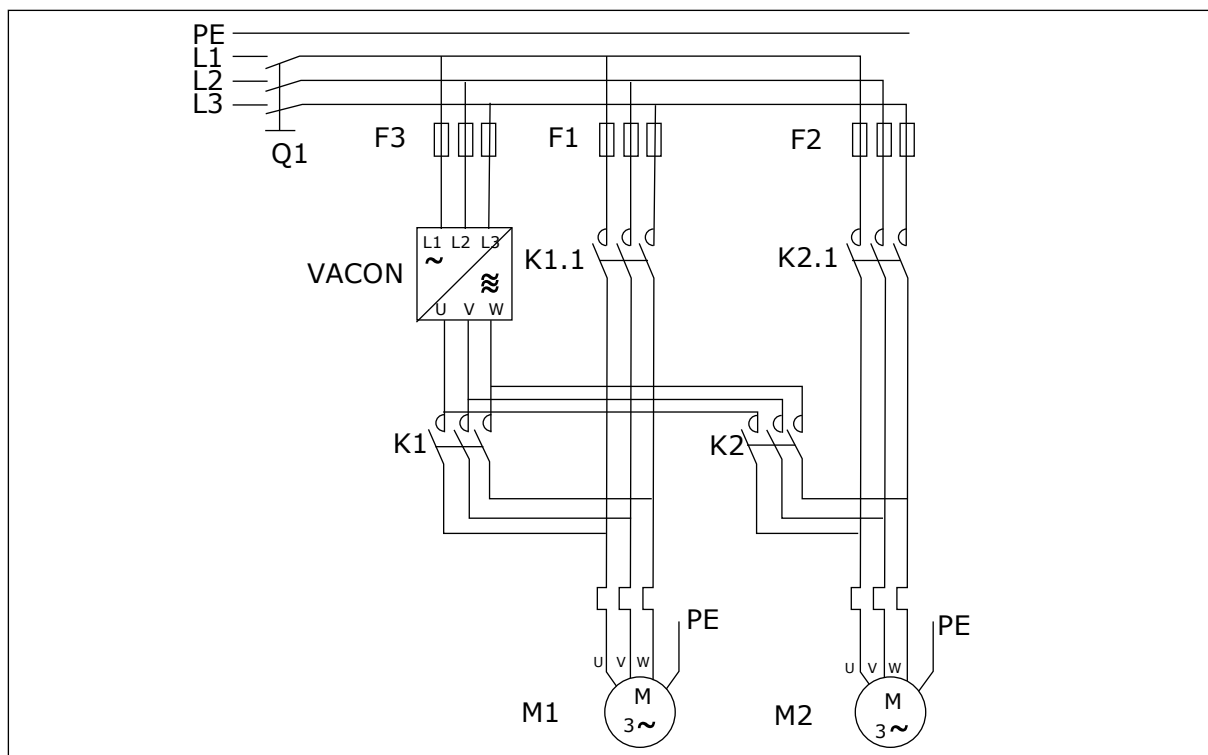
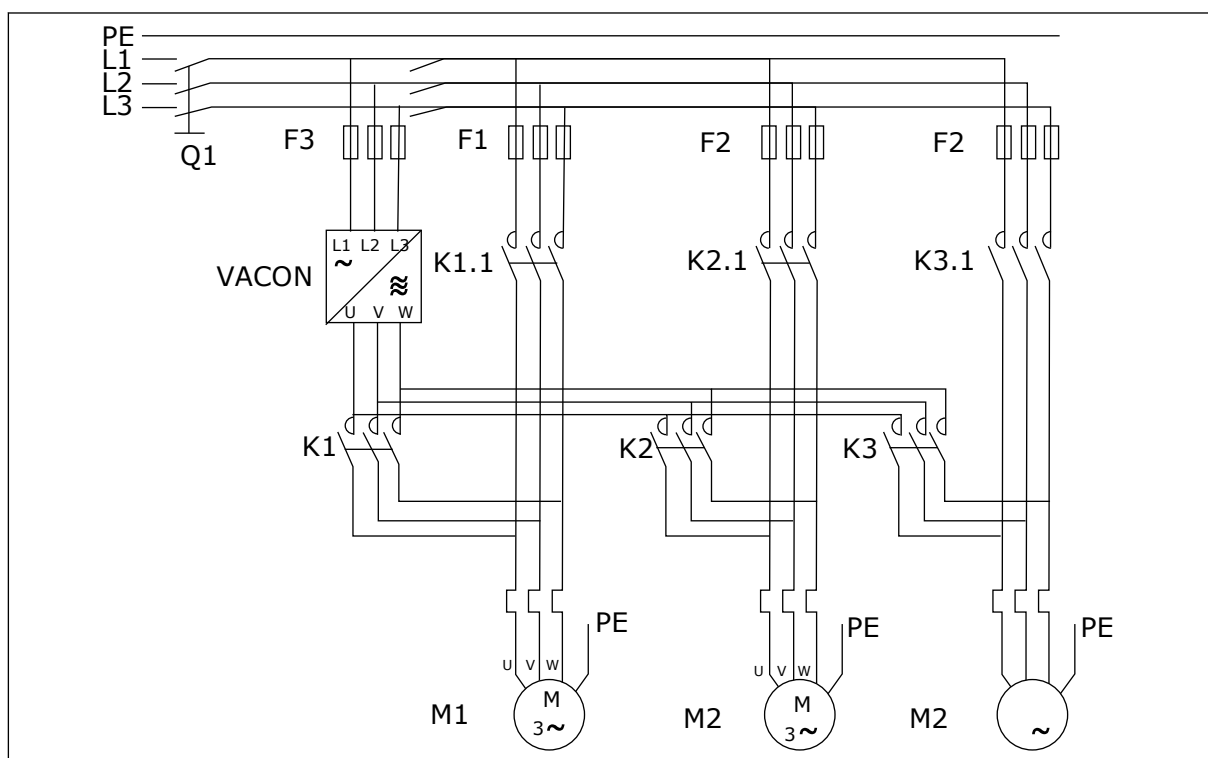

Fig. 98: Esempio di rotazione ausiliari con 2 pompe, schema principale
Fig. 99: Esempio di rotazione ausiliari con 3 pompe, schema principale
- I contattori esterni controllati mediante le uscite relè dell'inverter collegano gli azionamenti all'inverter o alla rete elettrica. Nel caso in cui il motore controllato dall'inverter sia incluso nella sequenza di rotazione ausiliari, esso viene sempre controllato dall'uscita relè attivata per prima. Gli altri relè attivati successivamente controllano gli azionamenti ausiliari (vedere Fig. 98 Esempio di rotazione ausiliari con 2 pompe, schema principale e Fig. 99 Esempio di rotazione ausiliari con 3 pompe, schema principale).
La rotazione ausiliari secondo l'ordine di avvio e di arresto viene attivata e applicata solo agli azionamenti ausiliari oppure agli azionamenti ausiliari e all'azionamento controllato dall'inverter, a seconda dell'impostazione del parametro 2.9.25, Selezione automazione. Per impostazione predefinita, la rotazione ausiliari è attivata per due azionamenti. Vedere la Figura Fig. 19 Configurazione I/O predefinita Applicazione per Controllo Pompe e Ventole ed esempio di connessione (con trasmettitore a 2 fili) e Fig. 98 Esempio di rotazione ausiliari con 2 pompe, schema principale.